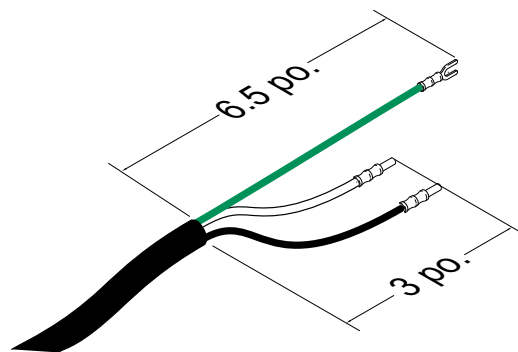

FIG. 13: Cordon d'alimentation
- Placer le sectionneur (AZ) sur OFF (arrêt).
- Ajouter au besoin des embouts de fil. Voir FIG. 13.